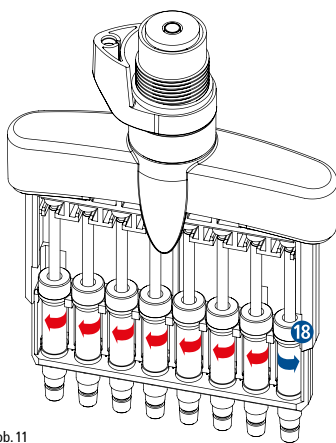

Abb. 11
- Die Kolbeneinheit 18 wird durch Drehen mit Hilfe des Inbus-Schlüssels aus der Halterung gelöst (Abb. 11).